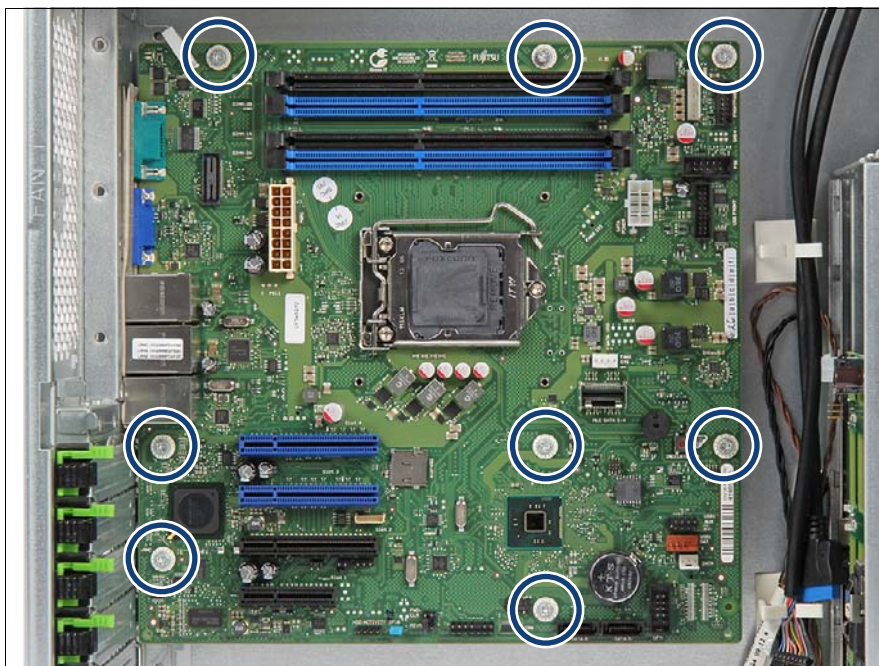

図 176: システムボードをネジで固定する
- ▶ システムボードを慎重にセンタリングボルトに降ろします (C)。システムボードが両方のセンタリングボルトに正しく固定されていることを確認します。
- ▶ システムボードを 8 本のネジで固定します (275 ページ の図 176 の丸で囲んだ部分)。